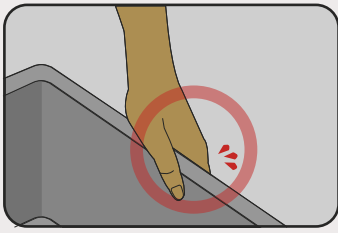

Fig. 1
Esta peça contém bordas cortantes. Manusear com cuidado (fig. 1).
*This product contains sharp edges. Handle with care (fig.1).
Esta pieza tiene bordas cortantes. Manejar con cuidado (fig. 1).*